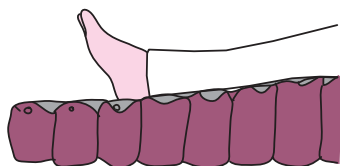

図 2-18
- エアマットレスの中には、膝下から踵部分に向かって傾斜を付けることで下肢を支え、踵に集中する圧を分散させる機能を有するものもあります。(図 2-18)
② 踵に円座を使用していませんか？